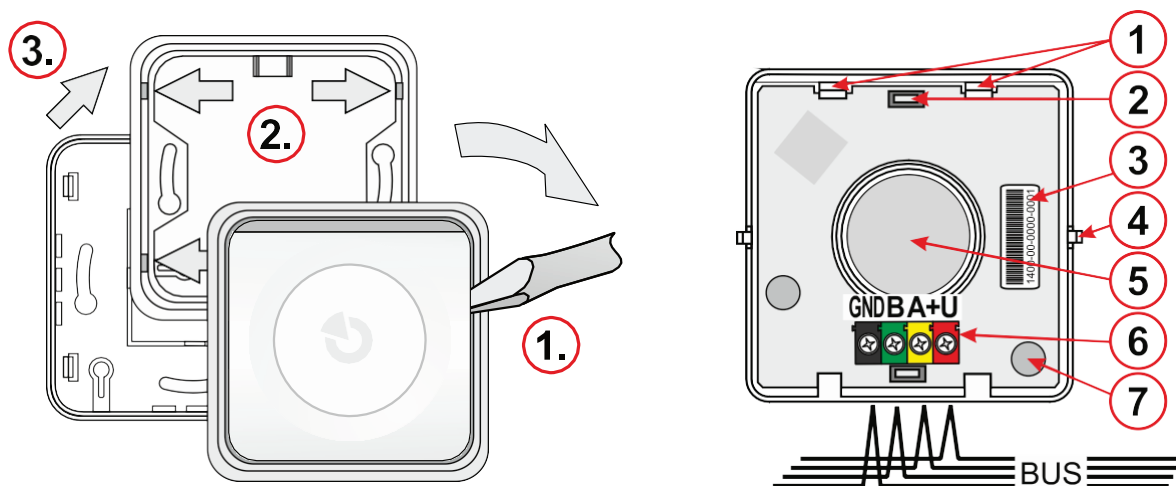

Fig. 1: Rimozione della sirena prima dell'installazione, Fig. 2: Descrizione della parte interna della sirena
1. Rimuovere il corpo (pulsanti) della sirena dal telaio in plastica premendo su un lato del corpo (1.) utilizzando un cacciavite come mostrato in Fig. 1.